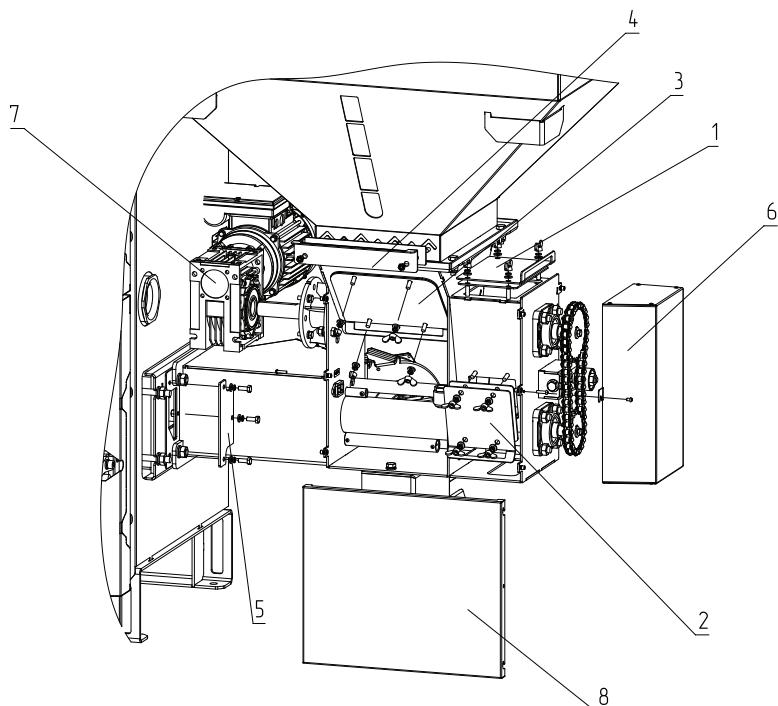

Рис.17 Обслуживание механизма подачи
- Для замены двигателя (**Рис.17, поз.7**) необходимо снять его с адаптера, предварительно открутив крепежи M6. Отключить разъём двигателя. Заменить сломанную деталь или весь узел. В случае замены двигателя, жгут выходящий из распределительной коробки двигателя необходимо переставить со сломанного в новый (рекомендуется записать или сфотографировать схему подключения перед снятием двигателя).
- При полном заклинивании шнека, необходимо выключить котел, снять заглушки (**Рис.17, поз.1; поз.2; поз.3**). Проверить шнеки на наличие инородных предметов и ниток от мешков, которые могут затруднить движение топлива по механизму подачи. Удалите инородные предметы и установите заглушки.
- При необходимости снять бункер, если в нем находится топливо, необходимо открутить заглушку стоп-топлива (**Рис.17, поз.4**).
- Для обслуживания цепи и подшипников, необходимо снять крышку передаточного узла (**Рис.17, поз.6**).
Внимание! Когда узел не обслуживается крышка передаточного узла (**Рис.17, поз.6**) должна оставаться закрытой, чтобы избежать травм и для защиты смазанных улов от воздействия пыли и грязи.
- Для замены ТЭНы авторозжига необходимо снять заглушку (**Рис.17, поз.5**), открутив винты M5. Затем извлечь ТЭНу из окошка и заменит на новую.